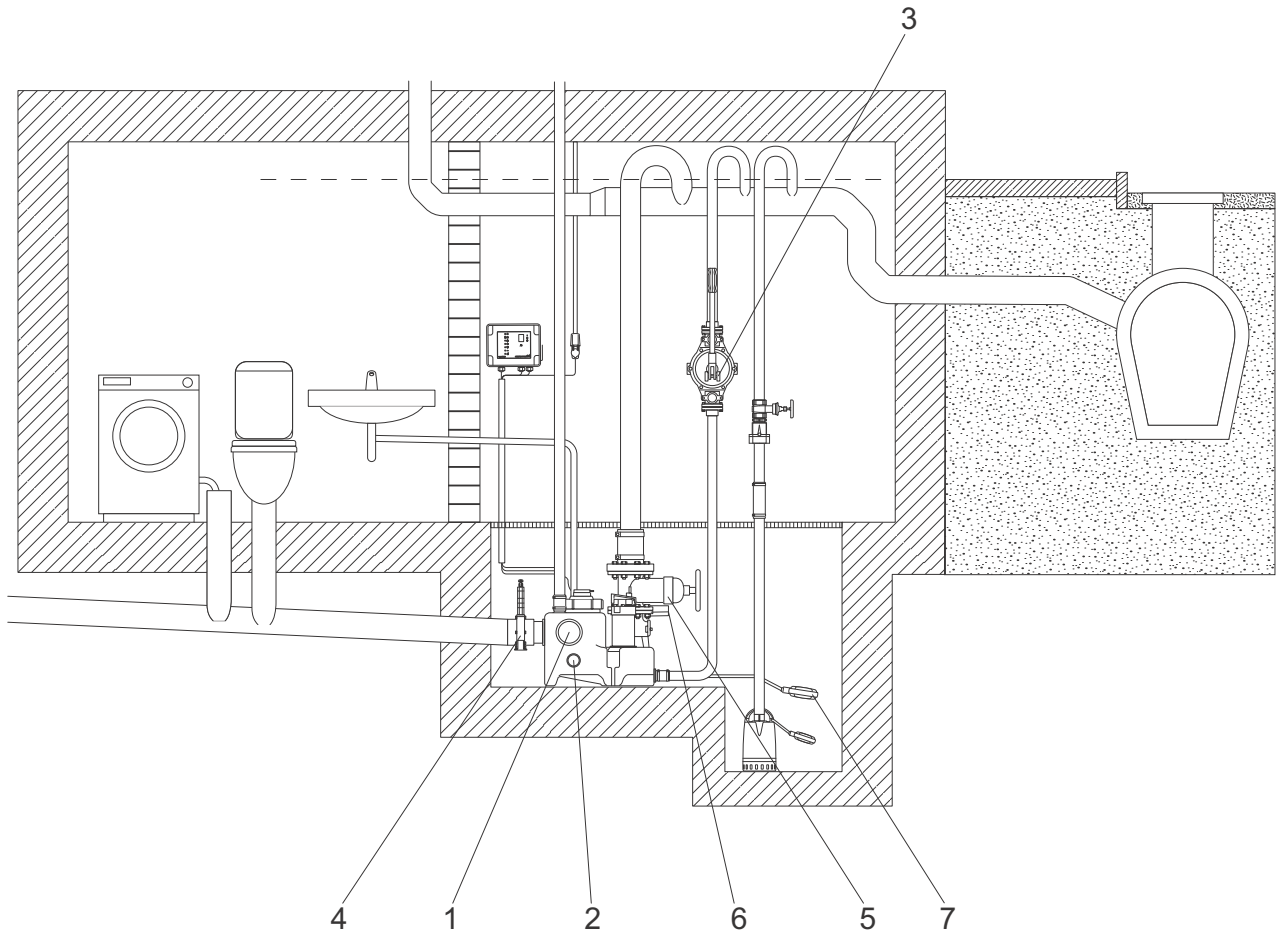

Рис. 10 Схема монтажа
- Оборудуйте место ниже уровня фундамента. Если насосная установка устанавливается в подвале, в котором существует опасность просачивания грунтовых вод, рекомендуется (а в некоторых странах требуется) использовать дополнительный дренажный насос в отдельном приемке ниже уровня фундамента для осушения комнаты. См. рис. 10.